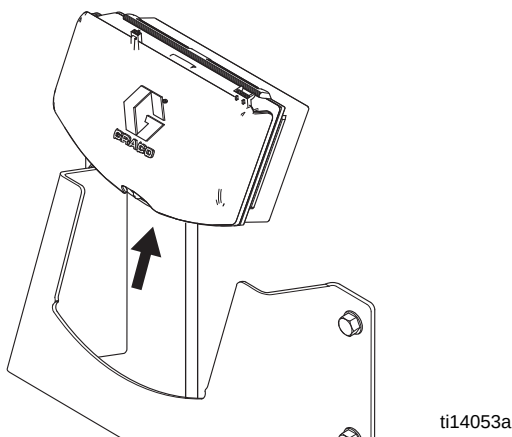

Fig.3. Verwijder DataTrak
2. Verwijder de DataTrak-module uit de console. Zie Fig.3. Breng de module naar een ongevaarlijke locatie.